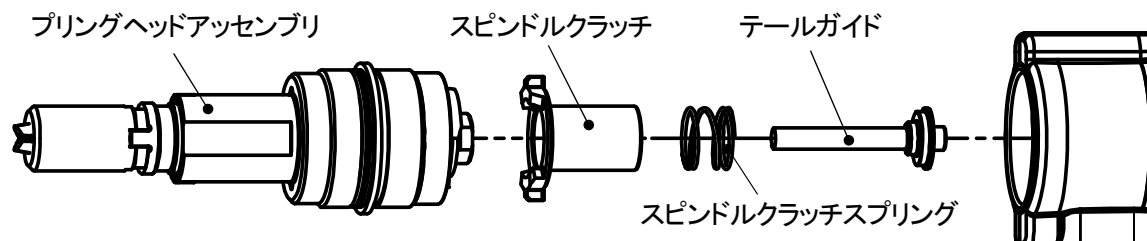

図 7-7
①7-1①②の要領で SA ノーズハウジングを取り外してください。
②24mm スパナ又はモンキレンチを使用してプリングヘッドアッセンブリを右に回し(左ねじ)て緩め、プリングヘッドアッセンブリをツール本体より取り外してください。このとき外れてくる部品を(図 7-7)示します。